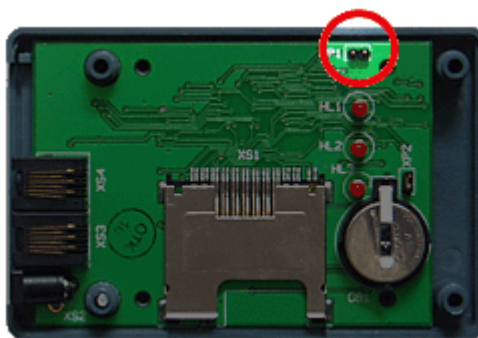

Рис. 28. Джампер XP1
3. установить сервисную перемычку в положение «замкнуто» – надеть перемычку на джампер XP1, на Рис. 28 этот джампер обведен красным кружком;